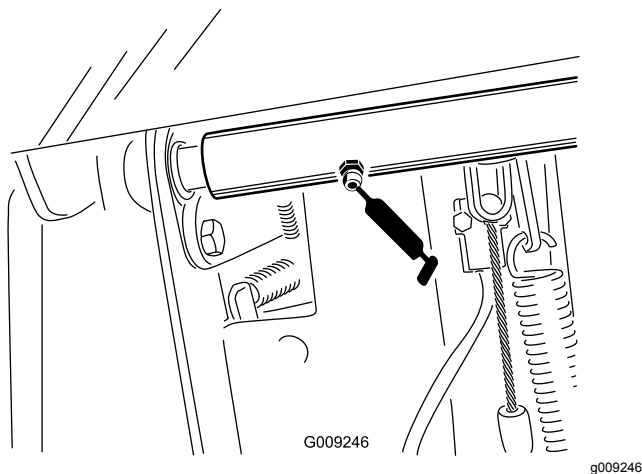

Figura 64
- Cojinetes del eje de pivote del pedal de freno (2) (Figura 64)